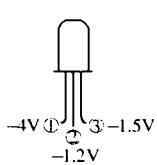

图 1.11 题1.1电路图
4. 在晶体管放大电路中，测得晶体管的三个电极的电位如图1.11所示。试判断：管子的类型为____(NPN、PNP)，三个电极：①为____，②为____，③为____。(b、e、c)。